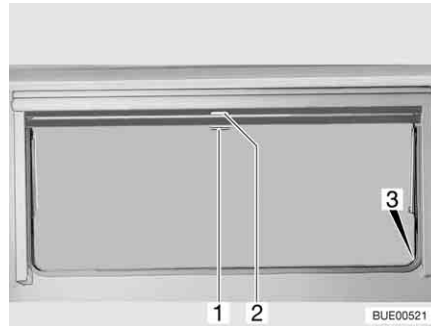

Fig. 61 Fenêtre projetante
- Tirer le store occultant vers le bas en le maintenant par la poignée (Fig. 61,2). Lorsque le store occultant est complètement fermé, l'accrocher des deux côtés du cadre de la fenêtre dans le dispositif de blocage (Fig. 61,3).
- Lorsque le store occultant est complètement fermé : Appuyer sur la poignée (Fig. 61,2) vers le bas tout en la tirant légèrement vers l'intérieur. Décrocher à droite et à gauche le store occultant du dispositif de blocage du cadre de la fenêtre.
- Si le store occultant se trouve dans une position intermédiaire : Tirer la poignée (Fig. 61,2) vers le bas jusqu'à ce que le dispositif de blocage se débloque.
- Tirer la moustiquaire par la poignée (Fig. 61,1) vers le bas et l'accrocher des deux côtés sur le cadre de la fenêtre dans le dispositif de blocage (Fig. 61,3).
- Appuyer sur la poignée (Fig. 61,1) vers le bas tout en la tirant légèrement vers l'intérieur. Décrocher à droite et à gauche la moustiquaire des dispositifs de blocage du cadre de la fenêtre.